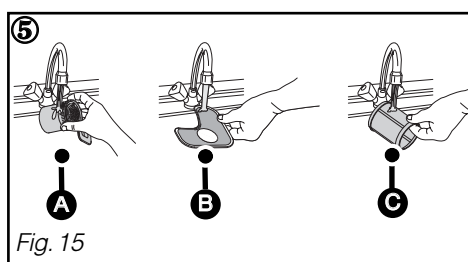

Fig. 15
- ② Desapertar de um quarto de volta o filtro de resíduos e de seguida retirá-lo Ⓐ .
- ③ Tirar o filtro principal Ⓑ .
- ④ Tirar o crivo micro filtro Ⓒ .
- ⑤ Passar cuidadosamente os filtros Ⓐ , Ⓑ e Ⓒ por água da torneira. (Fig. 15)